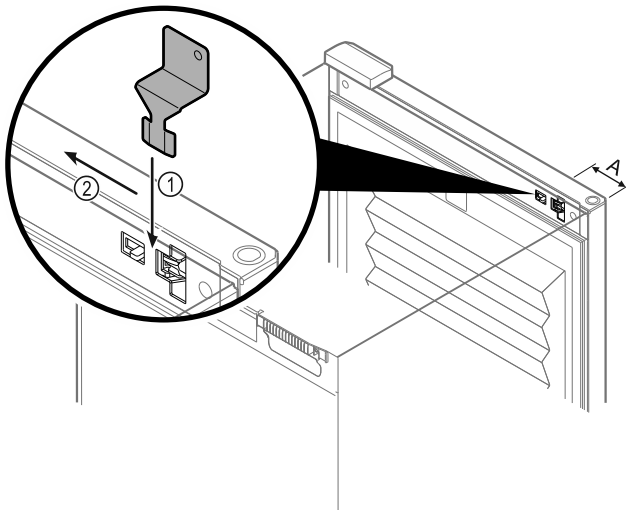

Fig. 164
- ▶ Colocar la llave de desbloqueo de emergencia en la posición especificada Fig. 164 (A) ≈ 100 mm.
- ▶ Insertar la llave de desbloqueo de emergencia entre la puerta y el cuerpo del electrodoméstico desde la parte superior hasta el tope. Fig. 164 (1).
- ▶ Tirar de la llave de desbloqueo de emergencia hacia el lado de la bisagra Fig. 164 (2).